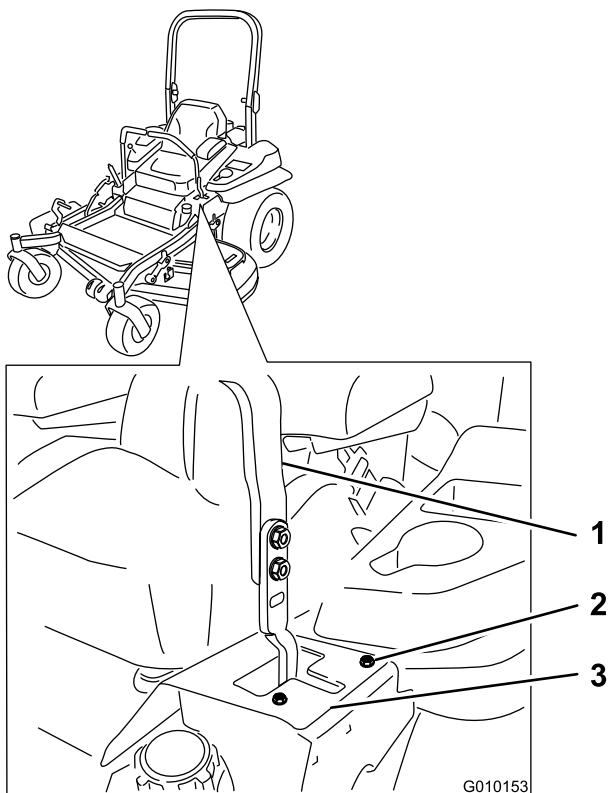

Figura 72
- Se la macchina tende a destra, allentate i bulloni e regolate la piastra di battuta sinistra spostandola indietro sulla fessura a T sinistra finché la macchina non procede in linea retta (Figura 72).
- Se la macchina tende a sinistra, allentate i bulloni e regolate la piastra di battuta destra spostandola indietro sulla fessura a T destra finché la macchina non procede in linea retta (Figura 72).
8. Serrate la piastra di battuta (Figura 72).